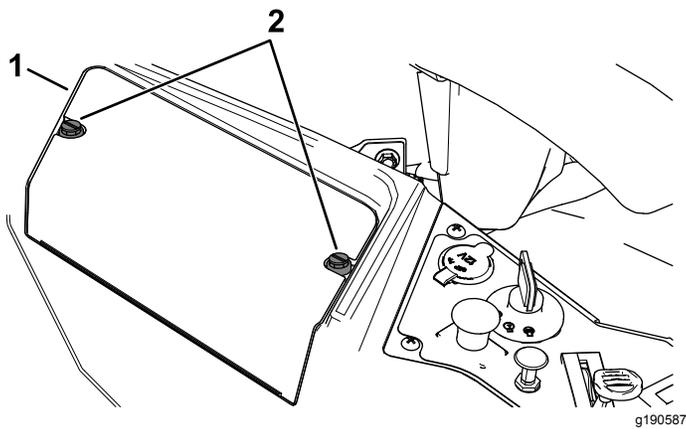

Bild 53
3. Drehen Sie die zwei Befestigungen an der Batterieabdeckung um eine Vierteldrehung nach links, um sie zu lösen, und nehmen Sie dann die Batterieabdeckung ab (Bild 53).
6. Drücken Sie die Batterieabdeckung nach unten, um sie anzubringen, und ziehen Sie die zwei Befestigungen durch Drehen nach rechts an (Bild 53).